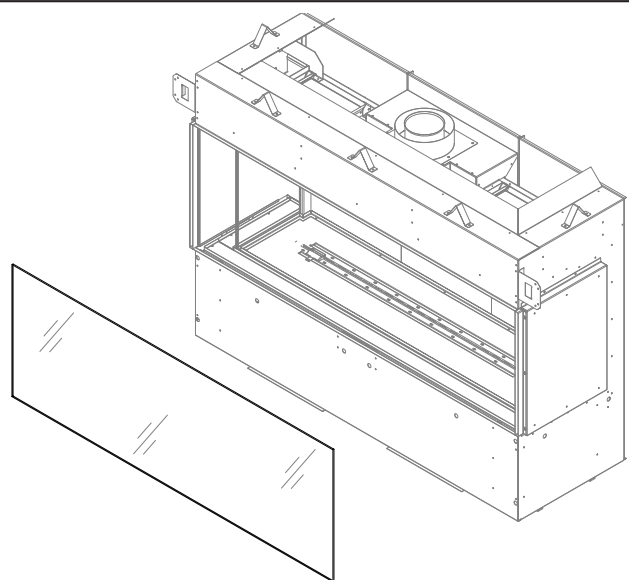

Figure 7.14 - Retrait de la vitre de sécurité
2. Retirez la vitre de sécurité (extérieure), le plateau à braises périphérique, la vitre du foyer (intérieure) et les braises de verre. Il peut être utile de retirer les fixations inférieures de la vitre du foyer, pour faciliter l'accès. Figures 7.14, 7.15 et 7.16.